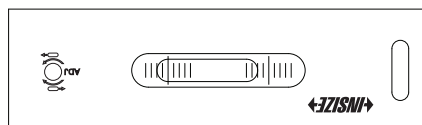

Fig.8
c) Tourner le niveau de 180°, glisser (pas mettre) le niveau à la même position de la surface (Fig.8).